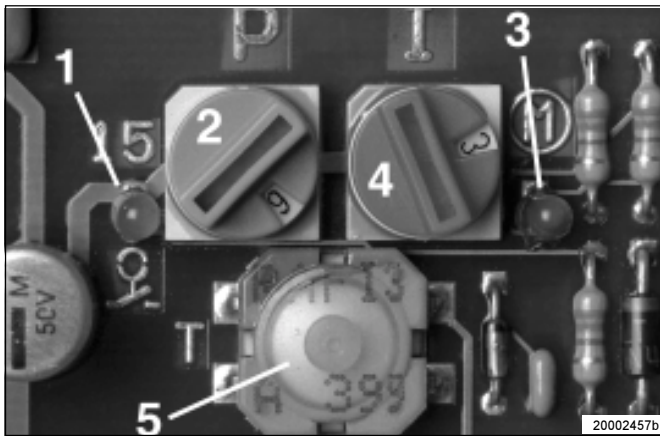

Abb. 12: - Leuchtdioden der Steuerplatine
Hinweis: Bei Schalterstellung 0 erfolgt eine Störungsmeldung an der rechten Leuchtdiode 3 Bild 12. Gleichzeitig wird automatisch die werkseitig eingestellte Arbeitszeit angenommen.
- Ist einer der Drehschalter 2 und /oder 3 Abb. 12 auf 0 gestellt, erfolgt eine Störungsmeldung an der rechten Leuchtdiode 3.
Taster 5 Abb. 12 dauerhaft betätigt (Kurzschluß)
- Ob Spannung an der Steuerplatine anliegt, ist am Aufleuchten der linken Leuchtdiode (LED) 1 Abb. 12 erkennbar.
<ul style="list-style-type: none"> • Störung: Rechte Leuchtdiode 3 Abb. 12 blinkt
<ul style="list-style-type: none"> • Einer der beiden Drehschalter 2, 4 Abb. 12 steht auf 0. Anzeige: 4 maliges Blinken; • Kurzschluß am Drucktaster 5 Abb. 12 oder falls vorhanden am Leuchtdrucktaster oder an deren Anschlußteilen Anzeige: 3 maliges Blinken; 	<ul style="list-style-type: none"> • Drehschalter auf eine Zahl oder einen Buchstaben einstellen • Prüfen, ob sich der Kurzschluß auf der Steuerplatine oder falls vorhanden am Leuchtdrucktaster befindet. Notfalls Steuerplatine oder Leuchtdrucktaster austauschen.